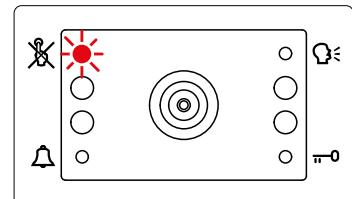

Fig. 4 Chiamata verso un interno occupato
- Se il posto interno chiamato è occupato il LED rosso  (Fig. 4) lampeggia velocemente 4 volte e l'unità emette un tono profondo ad ogni lampeggio.